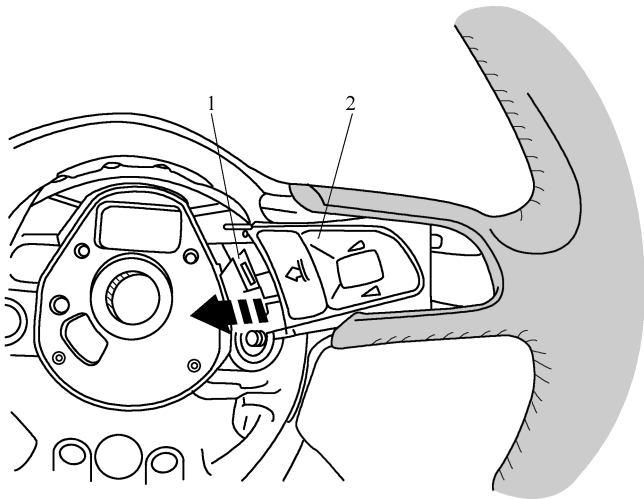

图 10-2-7 拆卸多功能按钮
- (1) 关闭所有用电器，拔出点火钥匙。
- (2) 拆卸驾驶员侧安全气囊。
- (3) 如图 10-2-7 所示，脱开多功能按钮 2 上的插接器 1，按箭头方向从转向盘中推按钮 2，转动该按钮。
(1) 关闭所有用电器，拔出点火钥匙。
(2) 拆卸驾驶员侧安全气囊，从转向盘上拉下饰环。
(3) 如图 10-2-7 所示，按箭头转向从转向盘中推多功能按钮 2，转动该按钮。